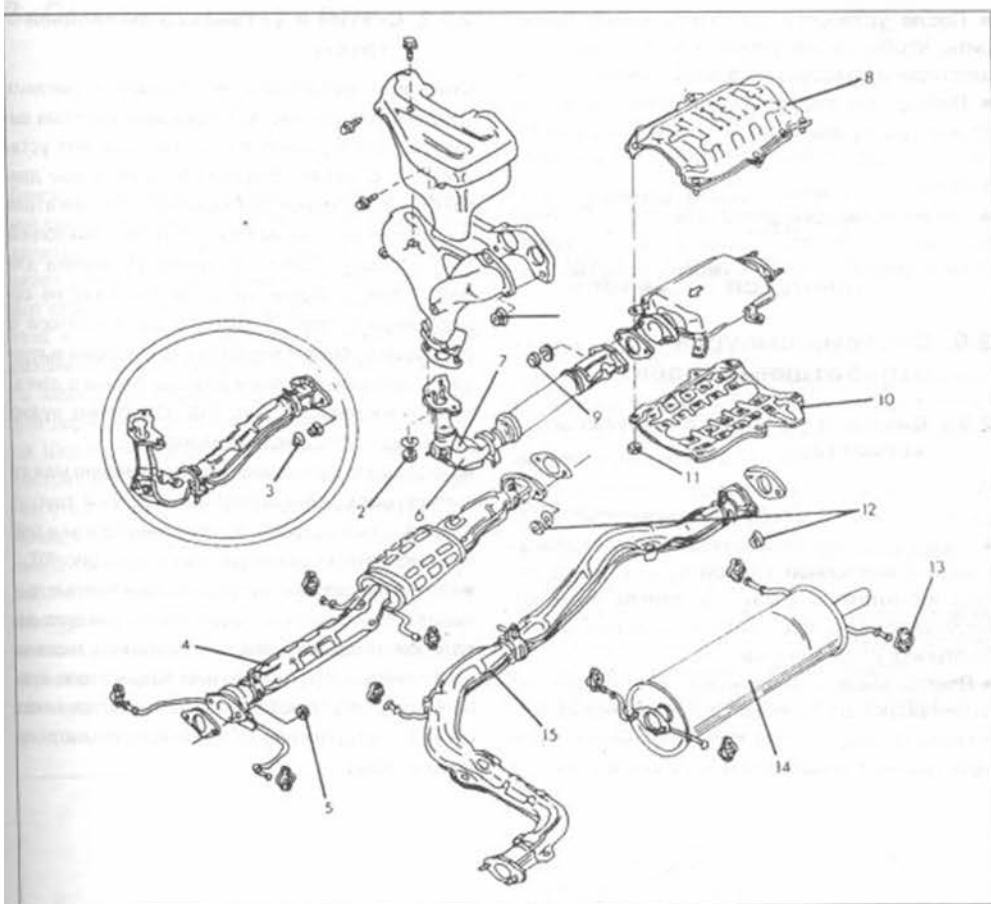
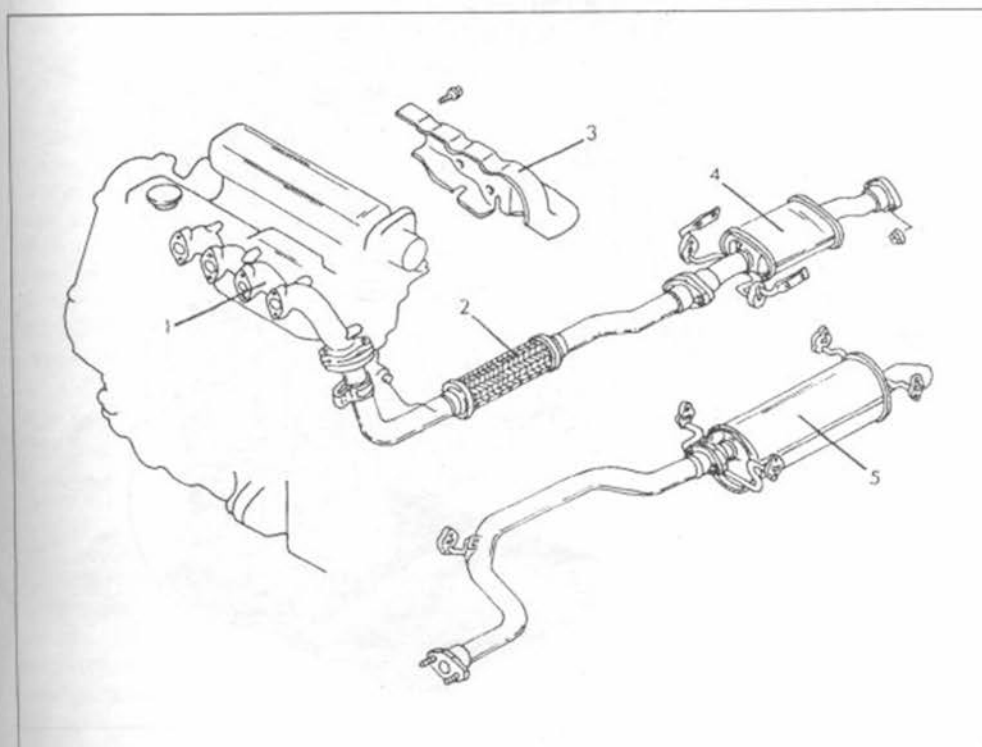

Рис. 107.
Рис. 108.
Снятие и установка не вызывает никаких трудностей. На рис. 107 показана система выпуска отработанных газов так, как она установлена с катализатором в бензиновом двигателе. У насосно-карбюраторного двигателя в выпускной коллектор вставлен выхлопной трубопровод. Предусмотрена установка для двигателя, работающего на бензине, не содержащего свинца, вместо катализатора с дополнительным глушителем. Система выпуска отработанных газов для дизельного двигателя показана на рис. 108. Особенно нужно соблюдать следующие моменты:
- Затянуть быстродействующие болты и гайки с моментом затяжки, данным на рис. 107.